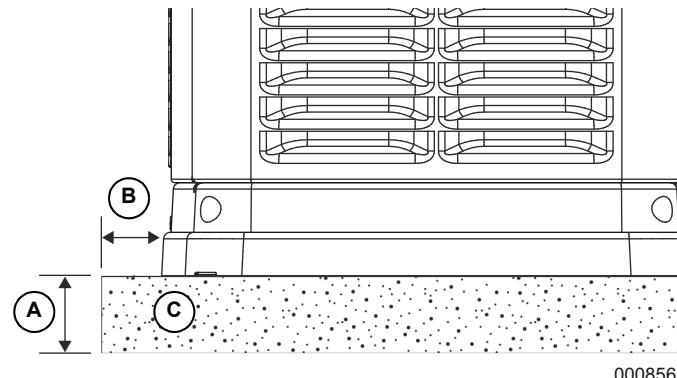

Figura 3-3. Base de gravilla compactada
- Vea la **Figura 3-3**. Cave una zona rectangular de aproximadamente 5 in (127 mm) de profundidad [A] y 6 in (152 mm) más larga y más ancha [B] que la planta del generador. Llénela con 4 in (102 mm) de gravilla [C], piedra triturada o cualquier otro material no combustible suficiente para la instalación nivelada. Compacte y nivele el material. Puede verterse un basamento de concreto si lo desea o se requiere. El basamento debe ser de 4–5 in (102–127 mm) de espesor y extenderse 6 in (152 mm) más allá del exterior del generador en todas las direcciones.